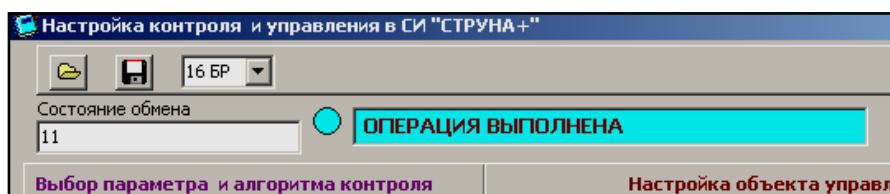

Рисунок 4.17
4.5.7.4 При успешной записи на верхнем табло появится надпись «ОПЕРАЦИЯ ВЫПОЛНЕНА» (рисунок 4.17).
4.5.8.3 При успешном чтении на верхнем табло появится надпись «ОПЕРАЦИЯ ВЫПОЛНЕНА» (рисунок 4.17).